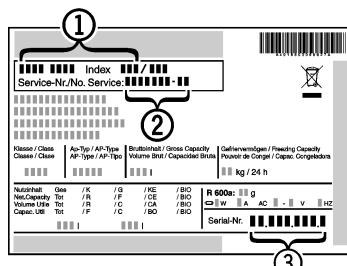

Fig. 13
- Назва пристрою Fig. 13 (1), сервісний номер Fig. 13 (2) та серійний номер Fig. 13 (3) вказані на таблиці типів. Табличка типів знаходиться всередині пристрою, зліва.
- Повідомте сервісну службу про характер неполадки, назву пристрою Fig. 13 (1), сервісний номер Fig. 13 (2) та серійний номер Fig. 13 (3).